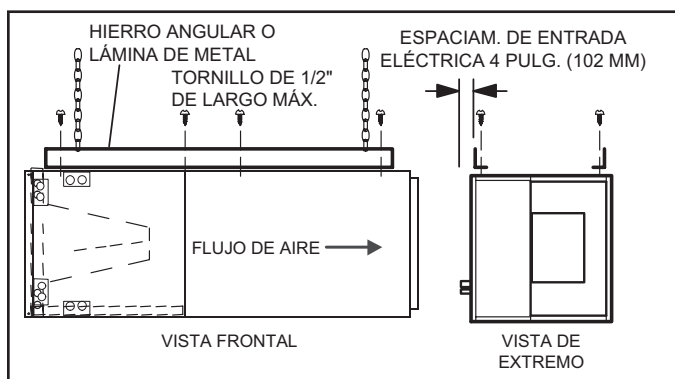

FIGURA 6. Cómo colgar la unidad horizontal
- 5 - Si la unidad está colgando, el gabinete debe estar apoyado a todo lo largo. Si usa una cadena o correa, use una pieza de hierro angular o lámina de metal adjunta a la unidad (ya sea arriba o abajo) para apoyar el largo del gabinete. Use tornillos de sujeción de no más de 1/2 pulgada para evitar dañar el serpentín o el filtro. Ver FIGURA 6. Use tornillos para lámina de metal para conectar los plenos de aire de retorno y suministro según sea requerido.
- 11 - Si va a colgar la unidad, debe estar apoyada a todo lo largo del gabinete. Si usa una cadena o correa, use una pieza de hierro angular o lámina de metal adjunta a la unidad (ya sea arriba o abajo) para que el largo completo del gabinete esté apoyado. Use tornillos de sujeción de no más de 1/2 pulg. para evitar dañar el serpentín o el filtro, como se ilustra en la FIGURA 6. Conecte los plenos de aire de retorno y suministro con tornillos para láminas de metal.